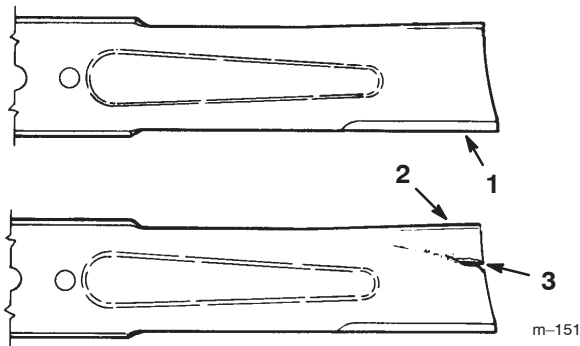

Bild 35
1. Untersuchen Sie die Schnittkanten (Bild 35). Entfernen und schärfen Sie die Messer, wenn die Schnittkanten nicht scharf sind oder Auskerbungen aufweisen. Siehe „Schärfen der Messer“ auf Seite 35.
2. Untersuchen Sie die Schnittmesser, insbesondere den gebogenen Bereich (Bild 35). Montieren Sie, wenn Sie Schäden, Verschleiß oder Rillenbildung in diesem Bereich feststellen (Punkt 3 in Bild 35), sofort ein neues Schnittmesser.